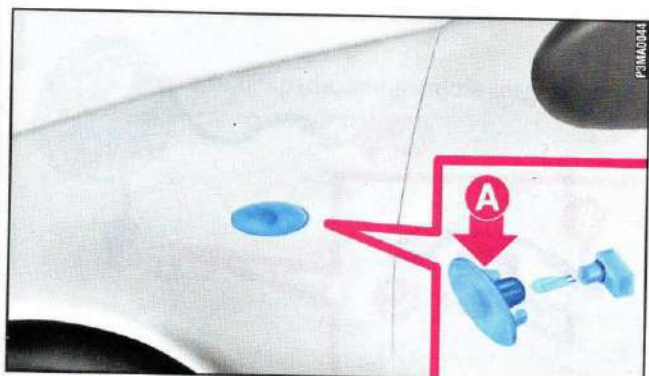

fig. 20
1) Spingere a mano il trasparente nel senso di marcia della vettura in modo da comprimere la linguetta **A**-fig. 20.